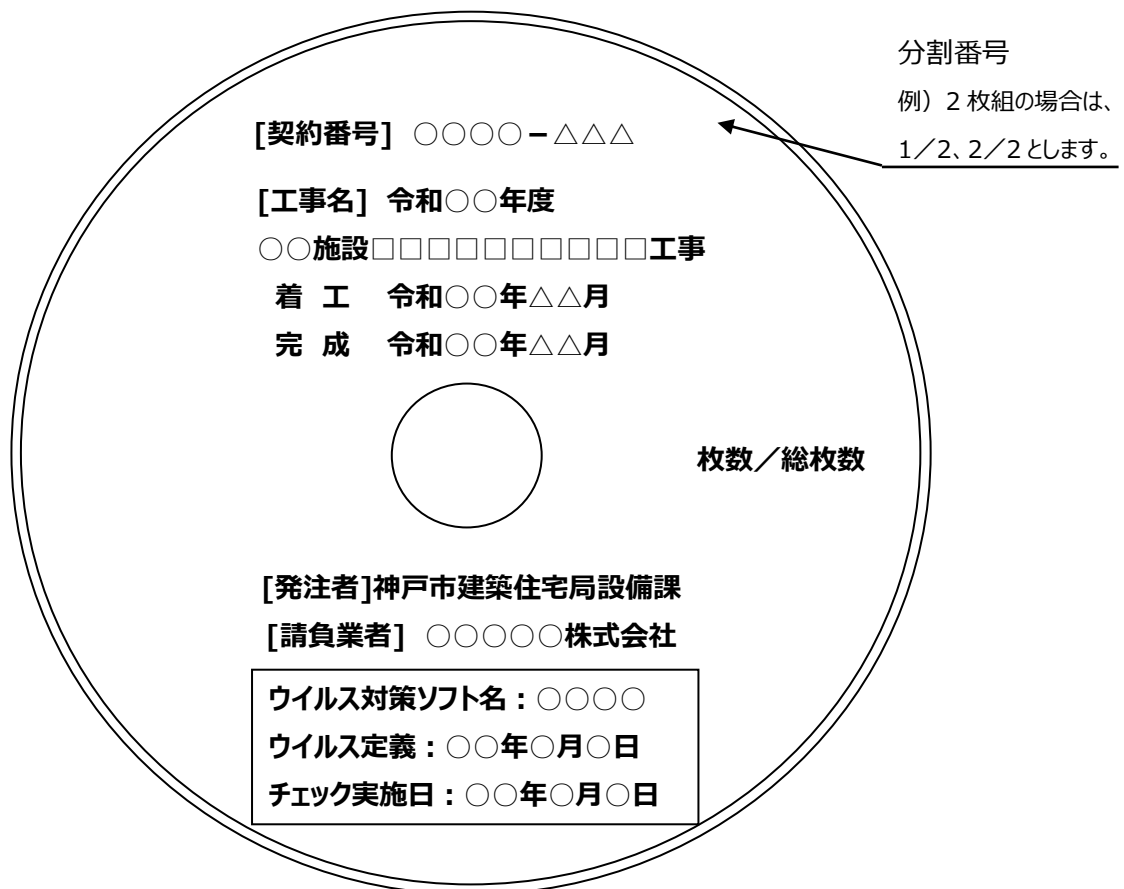

図3 ラベル記入例
- ・ 完成図面以外の成果品オリジナルデータ、及び①～③以外に特記仕様書に記載するデータがある場合は発注者の指示に従い「その他」フォルダを作成してください。
(2) 電子成果品の納品
- ① 電子納品媒体の提出部数は、特記によります。
- ② 電子納品媒体は、一度しか書き込みのできないCD-Rなどでの納品とします。
- ③ 電子納品媒体は、原則1枚の電子媒体での格納とするが、データ容量が1枚の電子媒体に納まらず複数枚になる場合は、電子納品媒体ラベルに分割番号を記載してください。
- ④ 複数の施設の工事が合併した合併工事等において、施設等毎に異なる電子媒体に格納して納品することとし、次の点に留意してください。
- ⑤ ウイルスチェックを行ってください。
- ⑥ フォーマット形式はCD-R ISO9660（レベル1）、DVD-R UDF（UDF Bridge）とします。
- ⑦ 電子納品媒体ラベルには、以下の情報を明記する。（図3参照）